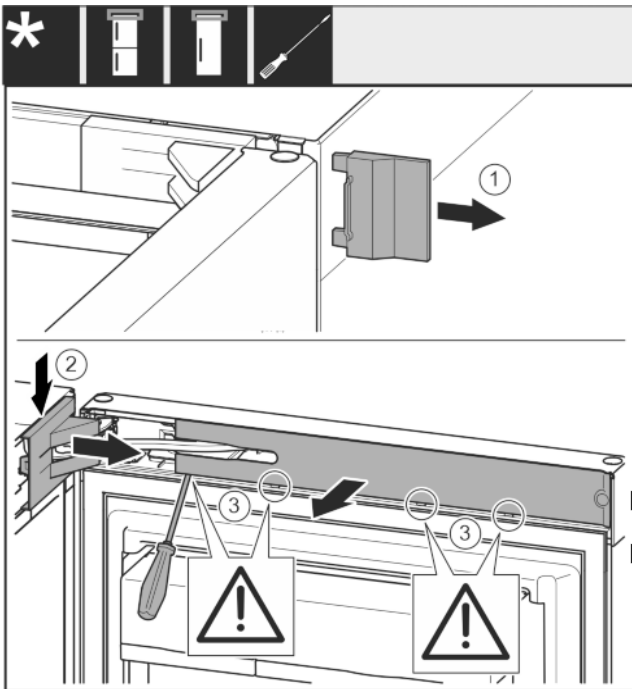

Fig. 6
- ▶ Skinite vanjski pokrov. Fig. 6 (1)
- ▶ Otkopčajte i otpustite pokrov podloška ležaja. Skinite pokrov podloška ležaja. Fig. 6 (2)
- ▶ Ravnim odvijačem otkopčajte masku i zakrenite je u stranu. Fig. 6 (3)